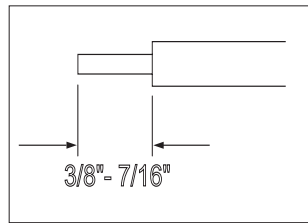

Fig 3
4. Strip black and white wire leads to expose 3/8"-7/16" of bare metal. **See Fig. 3**
4. Pele las puntas de los cables blanco y negro para exponer de 3/8" a 7/16" (9.5 mm a 11 mm) del metal. **Ver fig 3**
4. Dénuder les fils noir et blanc sur 3/8 po à 7/16 po. **Voir la Fig 3**